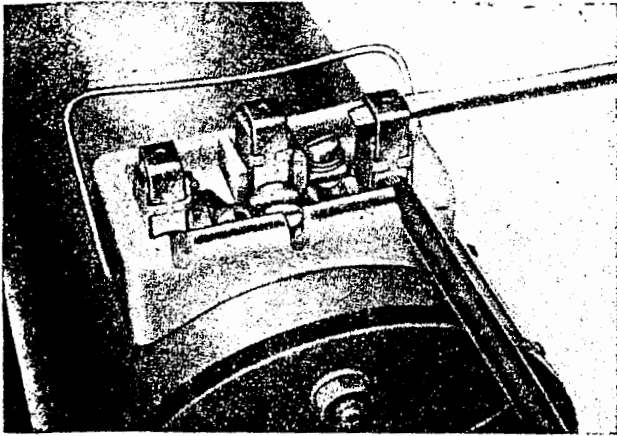

Bild M 220. Richtiges Einsetzen der Leitungsanschlüsse beim Anheben des Druckbügels
1. Nach dem Öffnen des Deckels des Anschlußstückes, der mit einem Drahtbügel gehalten wird, sind die drei schraublosen Klemmen sichtbar. Zum An- bzw. Abklemmen bedient man sich eines Schraubenziehers, der unter den Druckbügel geschoben wird, um den Bügel nach oben zu heben und dadurch den Leiterdruck zu entlasten. Gut läßt sich der Druckbügel anheben, indem der Schraubenzieher gedreht wird (Bild M 220).